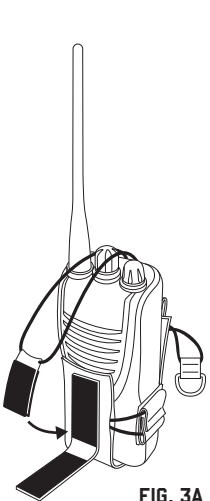

FIG. 3A
3. Tightly fasten the hook and loop straps, securing the radio. [fig. 3a, 3b]
- Apriete con fuerza las correas de cierre por contacto para fijar la radio. [Fig. 3a, 3b]
- Serrez fermement les attaches auto-agrippantes pour maintenir la radio. [fig. 3a, 3b]
3. Ziehen Sie den Haken und die Schlaufenbänder fest, um das Funkgerät zu sichern. [Abb. 3a, 3b]